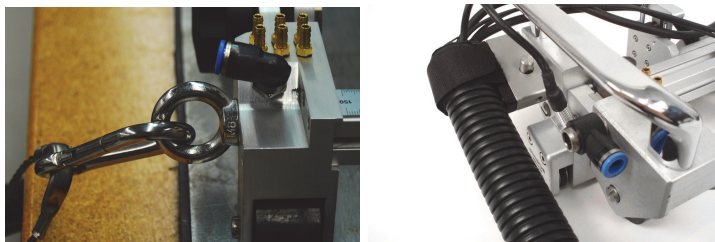

Figura 3-1 Prenda o cabo umbilical ao anel de fixação
2. Prenda o cabo umbilical ou uma linha de segurança ao anel de fixação ou o PMA Flex ao suporte umbilical (Figura 3-1 na página 63).